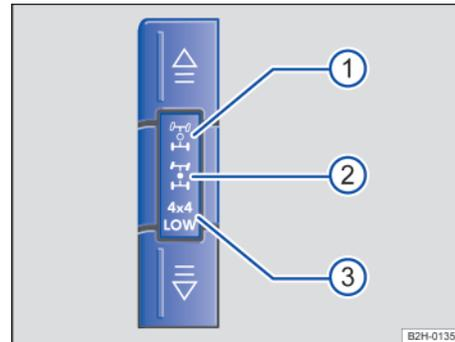

Fig. 99 En la consola central: teclas y símbolos para conectar y desconectar la tracción total.
En los vehículos con tracción total conectable, en el estado inicial siempre está activa la tracción que estaba activa cuando se apagó el motor. La tracción total se conecta manualmente en dos niveles mediante las teclas de la consola central → fig. 99.
Cuando se circule por calzadas secas de piso firme se deberá utilizar la tracción trasera. Cuando la tracción trasera está conectada, se enciende el símbolo → fig. 99  en la consola central.
1. Pulse una vez la tecla . El símbolo  parpadea durante unos segundos en el cuadro de instrumentos. La tracción total (4X4 HIGH) está conectada cuando el símbolo  → fig. 99  permanece encendido en el cuadro de instrumentos y la consola central.
2. Pulse la tecla  con el motor en marcha y la tracción total (4X4 HIGH) conectada. El símbolo 4X4 LOW parpadea durante unos segundos en el cuadro de instrumentos. La tracción total con etapa reductora (4X4 LOW) está conectada cuando el símbolo 4X4 LOW → fig. 99  permanece encendido en el cuadro de instrumentos y la consola central.